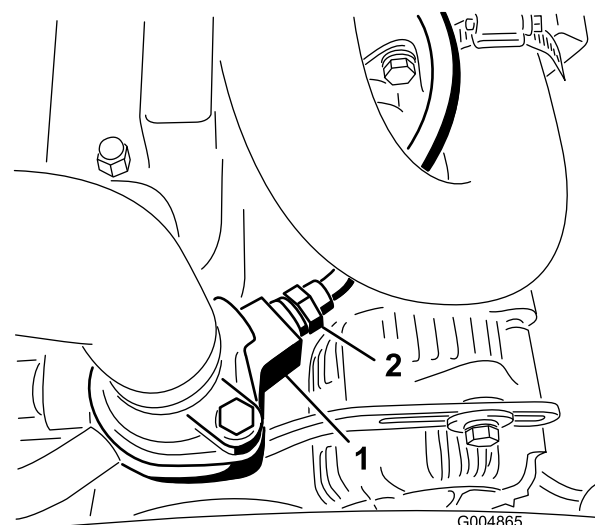

Figure 23
19. Débranchez le fil et déposez le thermocontact du côté droit du boîtier de thermostat du moteur (Figure 23).